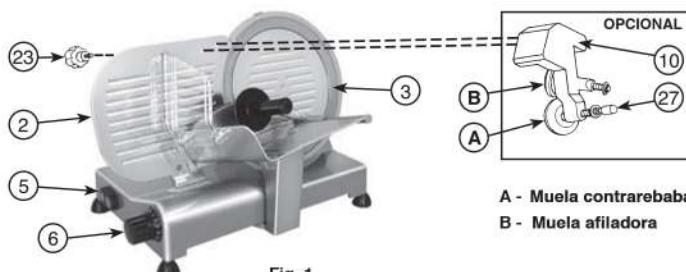

Fig. 1
- Posicionar el tabique móvil (2) a la máxima distancia de la cuchilla (3) rotando la empuñadura graduada (6).
- Apliquar el grupo afilador (10) sobre el tabique móvil (2) como se indica en la Figure 1, bloqueándolo sobre el mismo mediante el botón (23).
- Accionar el interruptor de marcha motor (5) en modo que se active el afilado automático; si fuese necesario girar la empuñadura graduada (6) hasta que la muela afiladora gire junto con la cuchilla.
- Dejar afilar la cuchilla automáticamente por aprox. un minuto, luego proceder pulsando el botón de presión de la muela contrarebaba (27) por cerca dos-tres segundos; al mismo tiempo que se suelta el botón, apagar el motor.
- Una vez efectuada la afiladura, sacar el afilador (10) del tabique móvil (2) y introducir el mismo en la sede de origen.